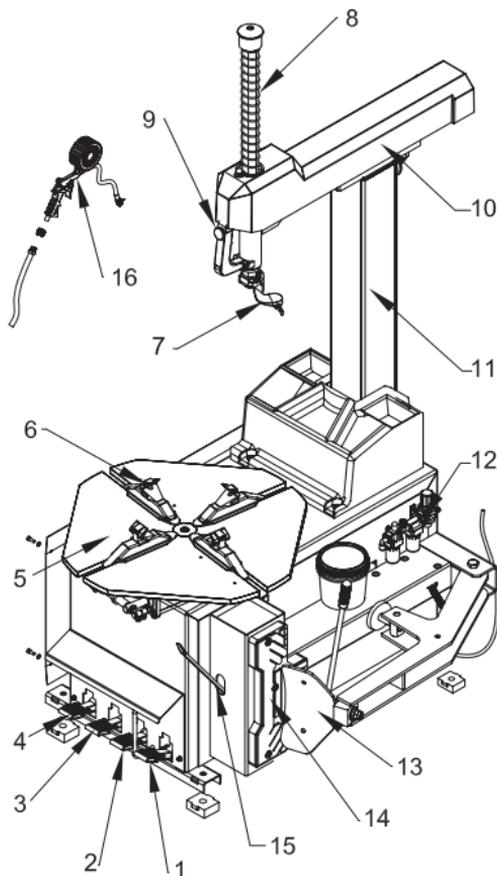

Рисунок 2 - Общий вид шиномонтажного станда
2. Нажмите педаль вращения стола (3, рис. 2). Монтажный стол должен вращаться по часовой стрелке. Поднимите педаль. Стол должен вращаться против часовой стрелки.
3. Нажмите педаль отжима покрышки (1, рис. 2) до срабатывания лопаты отжима. При отпускании педали она должна вернуться в исходное положение.
4. Нажмите педаль зажима кулачков (2, рис. 2) для разведения кулачков. При повторном нажатии на педаль кулачки сходятся.
5. Нажмите на спусковой крючок на пистолете накачки для выпуска воздуха из наконечника (16, рис. 2).
2. Установите колесо на монтажный стол (5, рис. 2).
- Поместите четыре кулачка (6, рис. 2) в положение, отмеченное маркировкой на столике, выжимая до половины вниз педаль зажима (2, рис. 2).
4. Опустите штангу (8, рис. 2), пока монтажная головка (7, рис. 2) не окажется рядом с ободом над колесом. При помощи блокировки зафиксируйте положение штанги.
6. Поднимите закраину покрышки на носик монтажной головки. Для этого вставьте монтажную лопатку между закраиной шины и носиком монтажной головки, затем приподнимите педаль вращения стола (3, рис. 2).
7. Удерживая монтажную лопатку (15, рис. 2) в нужном положении, вращайте стол по часовой стрелке, полностью выжав педаль вращения стола. Продолжайте, пока шина полностью не отделится от обода.
3. Зафиксируйте обод колеса при помощи внутренних частей кулачков (6, рис. 2).
Замечание: Если вы работаете с ободами одного и того же размера, нет необходимости постоянно фиксировать и освобождать штангу. Вместо этого сдвиньте в сторону консоль (10, рис. 2) с зафиксированной штангой (8, рис. 2).
1. Чтобы накачать шину, вставьте наконечник пистолета для накачки (16 рис. 2) в сосок шины при положении запирающего рычажка «UP» («вверх»). Убедитесь, что сопло плотно обхватывает сосок.